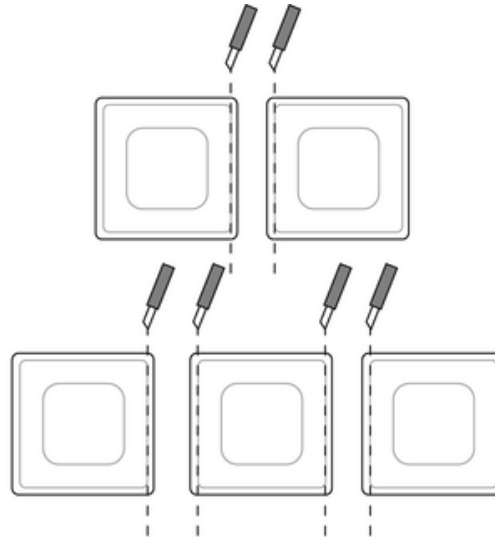

Figure 4: Découpe des pastilles adhésives pour les combinaisons multiples
- i** Pour les combinaisons multiples, les faces aboutées des pastilles adhésives doivent être coupées le long du préperçage externes à l'aide d'une règle et d'un cutter (figure 4).